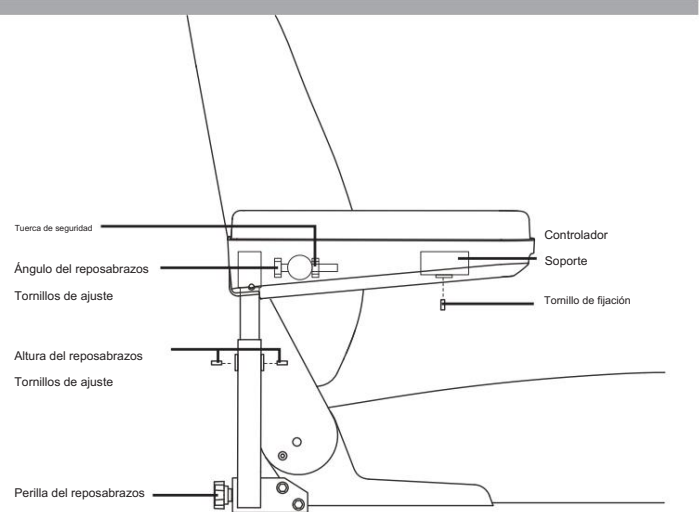

Figura 11. Ajuste del respaldo/apoyabrazos
Consulte la figura 11.
1. Levante el reposabrazos hasta que quede perpendicular al suelo. Véase la figura 11.
2. Afloje el tornillo de fijación del soporte del controlador. Véase la figura 11.